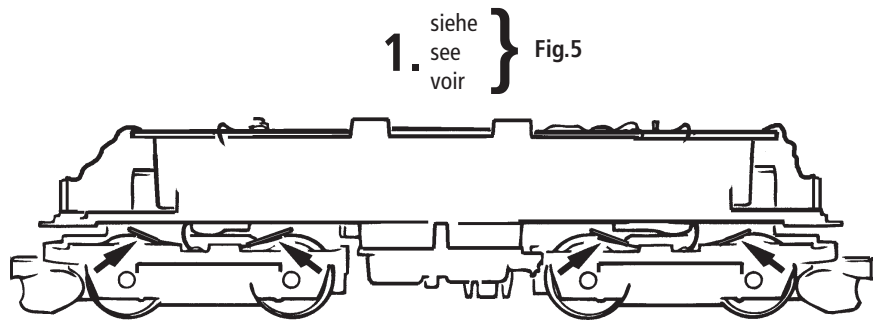

Fig. 8
**2. Schmierung:** Versehen Sie die im Schmierplan in Fig. 8 gekennzeichneten Stellen mit nur **kleinen Öltropfen**. Dazu zuerst das Lokgehäuse abnehmen (Fig. 5). Wir empfehlen den **ROCO Öler Art.-Nr. 10906**. Fürs Schmieren der Getriebeteile (Zahnräder, Schnecke) empfehlen wir das **ROCO-Spezialfett Art.-Nr. 10905**. Im Falle der Schmierung diese Teile **nicht ölen**.
**2. Lubrication:** Apply **tiny oil drops** to spots marked in fig. 8. Prior to lubrication dismantle locomotive (fig. 5). We recommend using item no. **10906, Roco oiler**. For lubrication the gearparts (e.g. cogwheels, worm) we should recommended our Roco **special grease** (item no. **10905**). **Attention:** Please do not oil these parts when using our grease.
**2. Graissage:** N'appliquez **qu'une toute petite goutte** aux endroits indiqués par le plan de graissage (fig. 8) après avoir démonté la caisse de la locomotive (fig. 5). Nous vous recommandons **le graisseur à huile Roco réf. 10906**. Pour graisser les engrenages (roues dentées, vis sans fin) nous vous conseillons la **graisse spéciale Roco réf. 10905** pour engrenages en matières synthétiques. Lorsque vous utilisez cette graisse il faut éviter d'huiler ces composants.